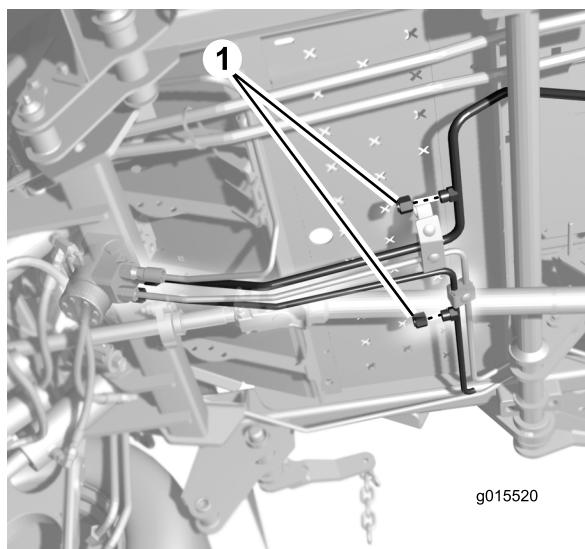

Figura 8
- Coloque um recipiente de escoamento debaixo das tampas nos tubos hidráulicos (Figura 8).
- Retire as tampas dos tubos hidráulicos na máquina (Figura 8). retire as tampas uma de cada vez à medida que instala os tubos para evitar a perda excessiva de fluido hidráulico.